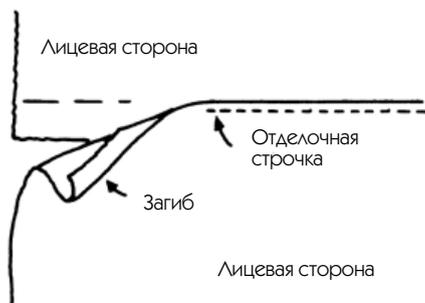

Рис. 28
УЗКИЙ СТРОЧНОЙ ШОВ (РИС. 28)
2. Закрепите эту деталь на другой детали булавками или стежками. Затем прострочите вдоль самого края загиба (рис. 28).